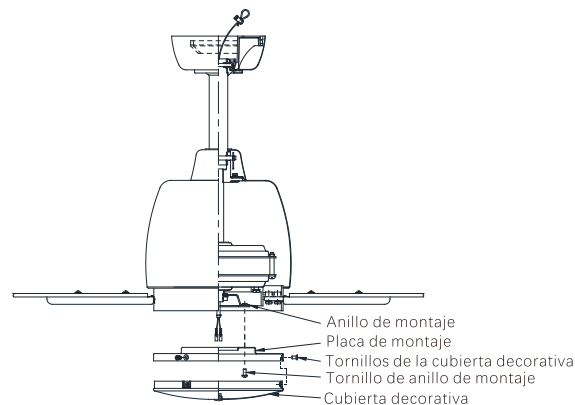

Imagen 16
**Paso 1.** Afloje dos de los tornillos en el anillo de montaje acoplado al eje del motor, quite y guarde el tercer tornillo. (Imagen 16)
**Paso 2.** Coloque las ranuras de bocallave de la placa de montaje sobre los tornillos que aflojó antes en el anillo de montaje. Gire la placa de montaje en sentido horario hasta que se ajuste en lugar en los extremos angostos de las ranuras de bocallave. Ajuste los dos tornillos de bocallave, vuelva a instalar el tercer tornillo que quitó antes y ajústelo para fijarlo. (Imagen 16)
**Paso 1.** Quite los tres tornillos de montaje preinstalados desde el borde exterior de la cubierta decorativa. (Imagen 16)
**Paso 2.** Coloque la cubierta decorativa en la placa de montaje con los agujeros en el borde exterior de la cubierta decorativa alineada con los agujeros del borde exterior de la placa de montaje. Enrosque los tres tornillos de montaje quitados previamente en la cubierta decorativa y placa de montaje, y ajústelos para fijarlos. (Imagen 16)